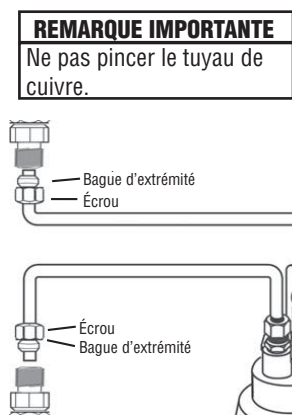

Figure 10
- Raccorder les deux bouts du tuyau au filtre et au tuyau d'eau à l'aide des raccords à compression. **Ne pas trop serrer les écrous** (figure 10).